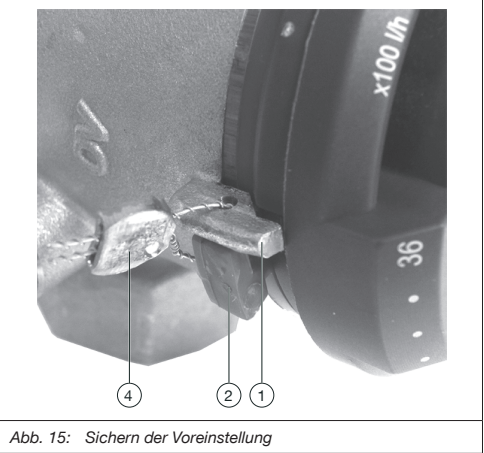

Abb. 15: Sichern der Voreinstellung
- Blockierring (2) entfernen.
- Handrad (3) drücken und drehen, bis die Sollwert-Markierung (1) auf den gewünschten Durchflusswert zeigt (Handrad schnappt danach in Verzahnung zurück).
- Blockierring (2) wieder einsetzen.
Optional kann der Blockierring (2) mit dem Plombiersatz (4) (Zubehör, Art.-Nr. 1089091) an der Sollwert-Markierung (1) plombiert werden (siehe Abb. 15).